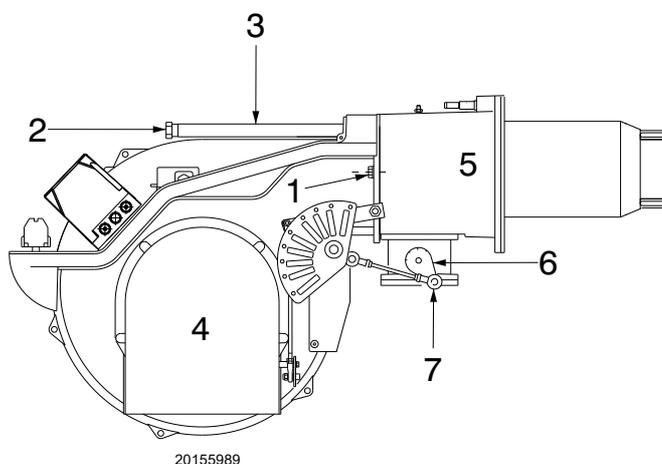

Fig. 17
- insérer les câbles de la sonde et de l'électrode, puis faire glisser le brûleur jusqu'au manchon ; le brûleur doit rester sur la position illustrée dans la Fig. 17 ;